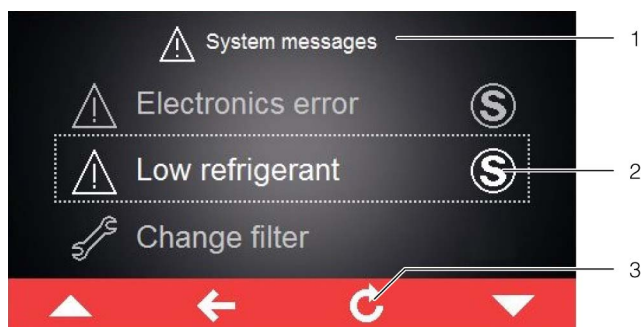

Fig. 46: Schermata con messaggi di malfunzionamento/guasto
scompare automaticamente, al suo fianco e nella barra comandi, accanto al simbolo dei messaggi di sistema, viene visualizzata l'icona «Service» (fig. 46, pos. 2).